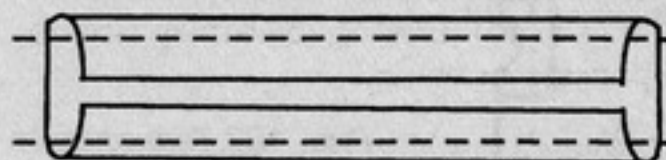

Рис. 168. Обработка шлевки для пояса
7. Заготовить шлевки для пояса. Полоски ткани шириной 3-4 см и длиной, равной ширине пояса плюс 2 ширины шва (рис. 168).